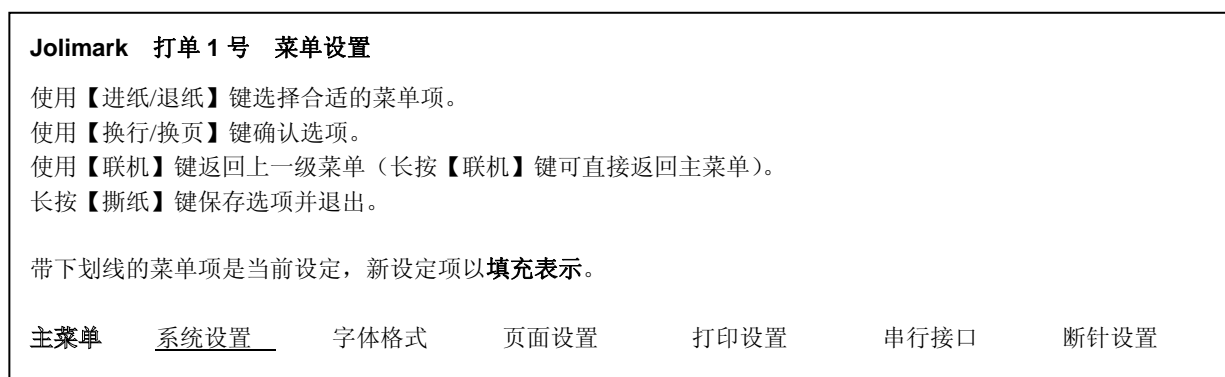

图 4-3 进入菜单设定打印示例
- 首先打印出标题和主菜单（如图 4-3 所示），有下划线的选项是当前的缺省选项。打印头就停留在当前缺省选项下方。